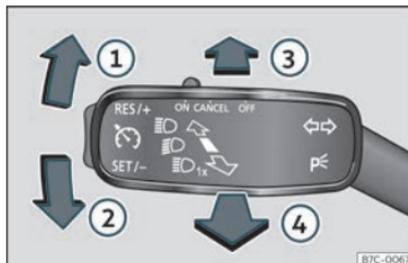

Fig. 94 Levier des clignotants et des feux de route.
- À partir de la position de base, appuyez en avant sur le levier des clignotants et de feux de route \ggg **fig. 94** . L'activation du témoin \gg
- **OU** : avec les feux de route activés, tirez vers l'arrière le levier des clignotants et des feux de route»» fig. 94 ④.